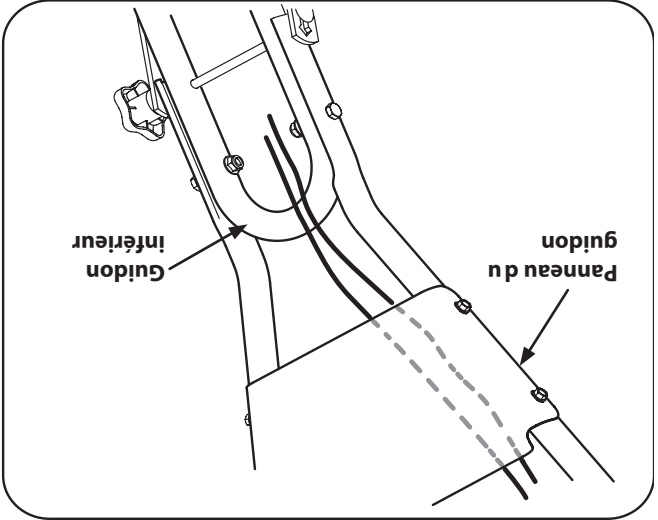

Figure 3-6
2. Faites passer le câble d'embrayage par-dessus le guidon inférieur, puis sous le panneau du guidon. Voir Figure 3-6.
2. Faites passer le câble d'embrayage par-dessus le support du guidon, puis sous le panneau du guidon. Voir Figure 3-6.